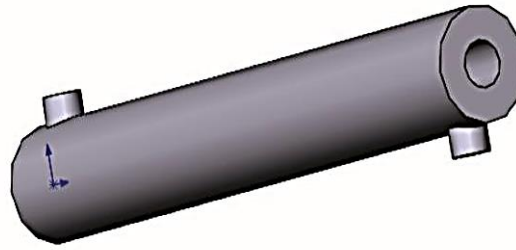

Рис.2 – 3D – модель, що розраховується
1. Відкриваємо проект схеми. Для цього переходимо в меню «Файл - Відкрити ...», вибираємо необхідний проект і натискаємо «Відкрити». Після чого у вікні перегляду моделі відобразиться вибрана геометрія (рис.2).